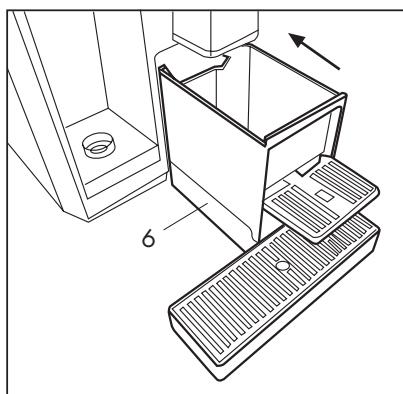

Fig. 17
Estrarre il portacapsule (6) svuotarlo e risciacquarlo (**Fig. 16**). Pulire la vaschetta e la griglia dai residui di acqua e caffè. Una volta pulito, reinserire la vaschetta con il portacapsule (**Fig. 17**).